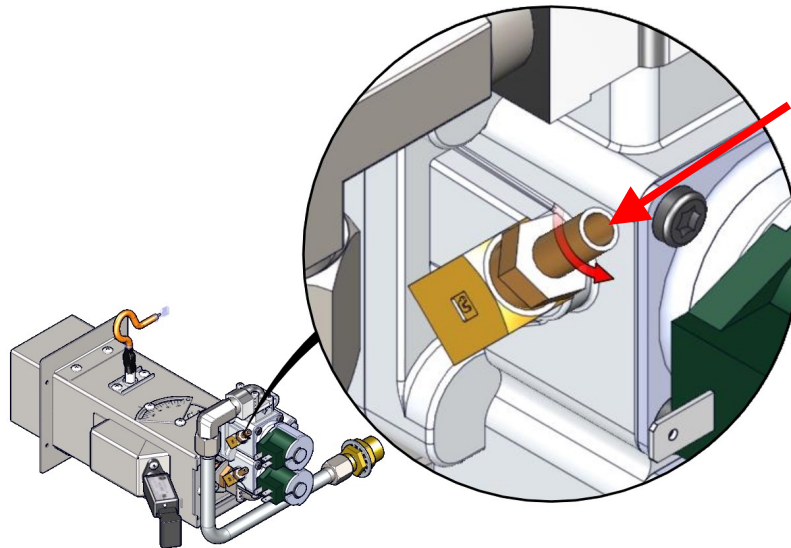

Abbildung 1
- Lösen Sie die Schraube 1 volle Umdrehung gegen den Uhrzeigersinn (Abbildung 1)